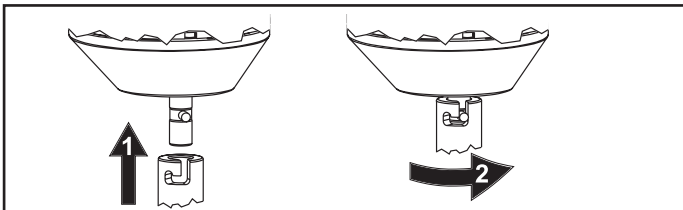

Fig.4 Inserimento dell'attrezzo nell'albero a baionetta.
C. Inserire un attrezzo nell'albero a baionetta e girarlo in senso antiorario per bloccarlo in posizione (Fig. 4).